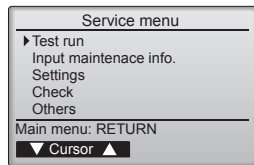

Fig. 7-3
- ③ Sélectionnez "Test run" (Test fonctions) à l'aide du bouton [F1] ou [F2] puis appuyez sur le bouton [SELECT/HOLD]. (Fig. 7-3)